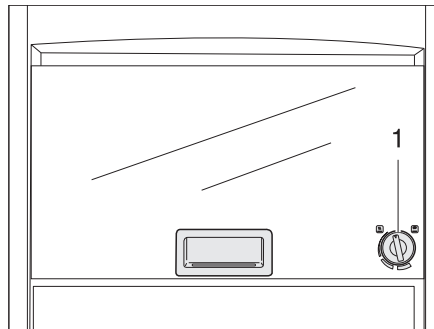

Bild 223 Gasbackofen (Dometic)
- Den Drehregler (Bild 223,1) leicht drücken und nach links auf eine beliebige Position drehen.
- Den Drehregler (Bild 223,1) auf "0" drehen. Die Flamme erlischt.